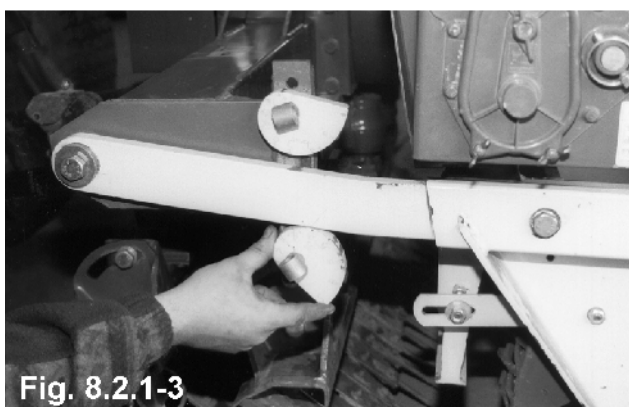

Fig. 8.2.1-3
Bei der Arbeit muss die Rüttelegge fortwährend durch die Walze getragen werden, damit eine einheitliche Arbeitstiefe sichergestellt ist. Die Arbeitstiefe wird durch die oberen Excenter der Abstützung (Fig. 8.2.1-1) eingestellt.
- Lösen der Sicherungsschrauben der Excenter mit der Kurbel (Fig. 8.2.1-2),
- Unteren Excenter beistellen bis die Tragarme berühren (Fig. 8.2.1-3),